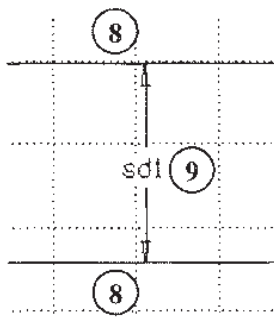

Рис. 2.34. Третий пример простановки линейных размеров
На рис. 2.34 — третий пример простановки линейного размера: левой кнопкой мыши выбираются параллельные линии (8), средней — место расположения символа размера (9).